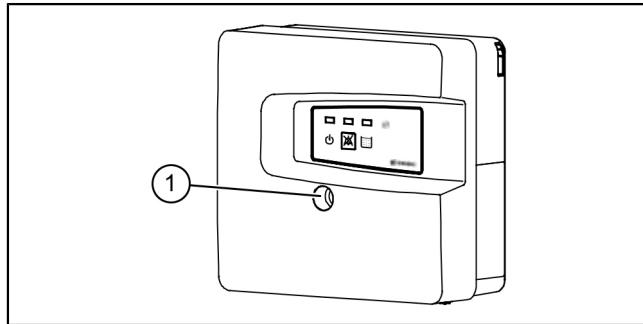

Abb. 4: Gehäuse öffnen
- ▶ Gehäusedeckel öffnen **4** (siehe "Abb. 4: Gehäuse öffnen", Seite 17).